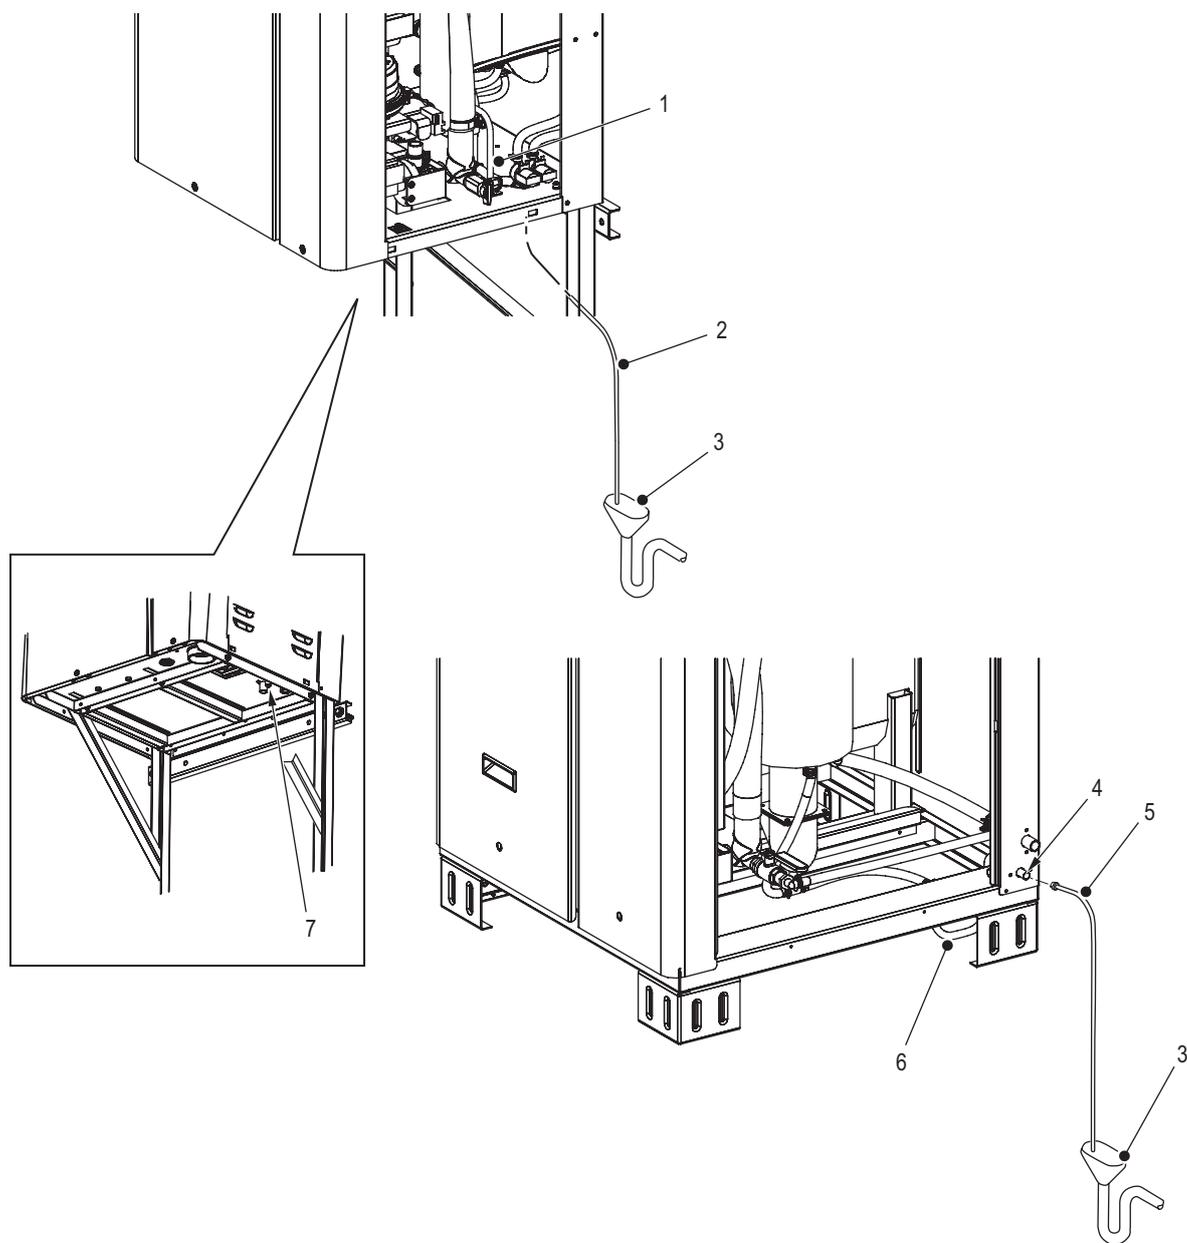

Figure 16: Tuyau d'écoulement de condensat de sortie (modèle CS uniquement)
Installez le tuyau d'écoulement de condensat de sortie (modèle CS uniquement) tel qu'indiqué à la Figure 16.
- Installez la conduite d'évacuation de condensat (modèle CS uniquement) et sécurisez-la avec un collier de serrage - veuillez vous reporter à la Figure 16 à la page 35. Le tuyau doit être conçu pour résister à 100 °C. Raccordez le tuyau à un appareil de neutralisation de condensat, si nécessaire selon le code locale, avant de raccorder le tuyau à une évacuation.